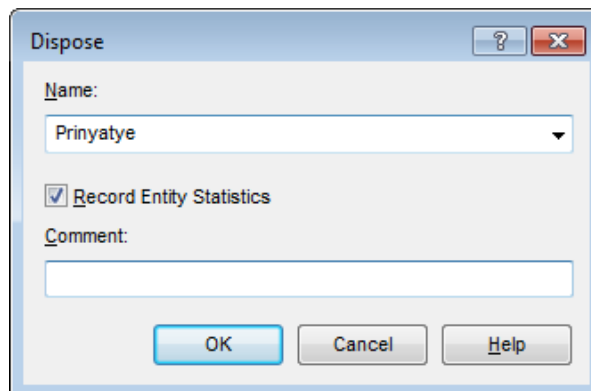

Рис. 9. Параметры модуля Dispose
1. Дважды щелкните мышью на первом модуле **Dispose 1**, который соединен с условием TRUE модуля **Decide**. В окне параметров модуля **Dispose** введите **Prinyatye** в поле *Name* (Рис. 9). Нажмите OK.